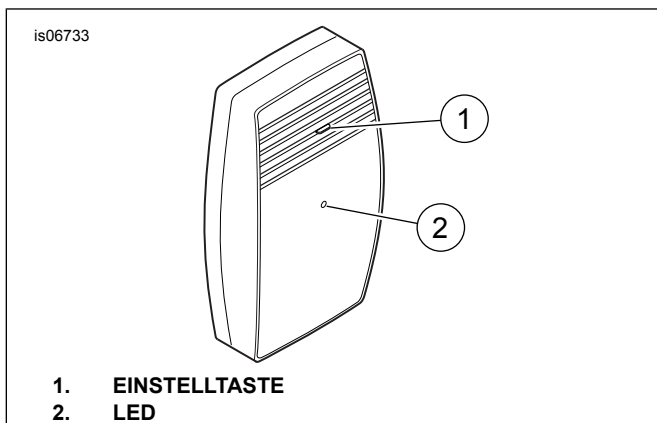

Abbildung 26. Garagentoröffnerempfänger, Ansicht von vorne
- Siehe Abbildung 26. Den Einstellknopf auf dem **Empfänger** des Harley-Davidson Garagentoröffners gedrückt halten. Die LED am **Sender** (am Fahrzeug) blinkt durchgehend, während die EINSTELLTASTE gedrückt wird.